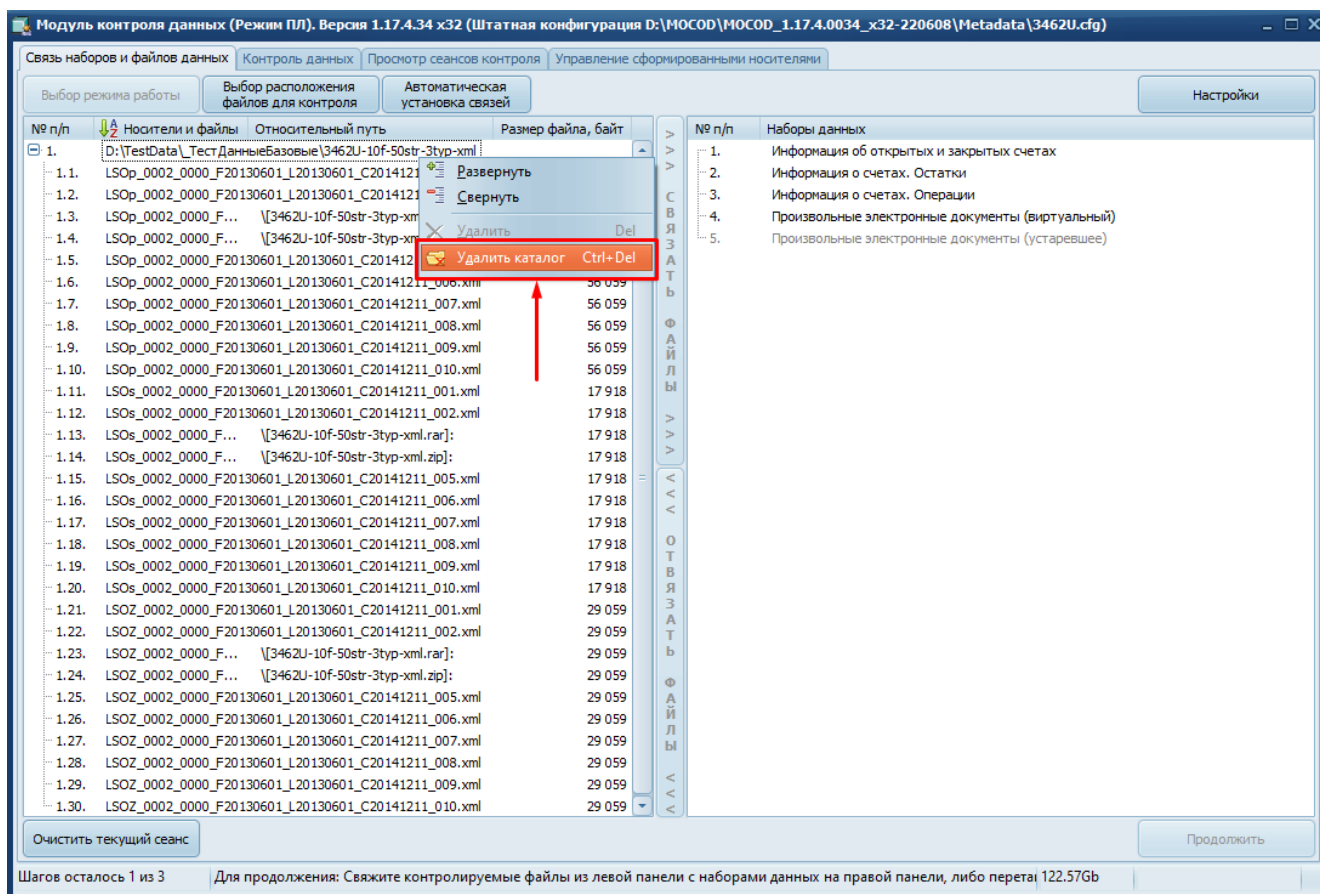

Рисунок 30 – Кнопка «Удалить каталог»
1) Выделите необходимый каталог, нажмите на нем правой кнопкой мыши и выберите пункт контекстного меню «Удалить каталог» (Рисунок 30).